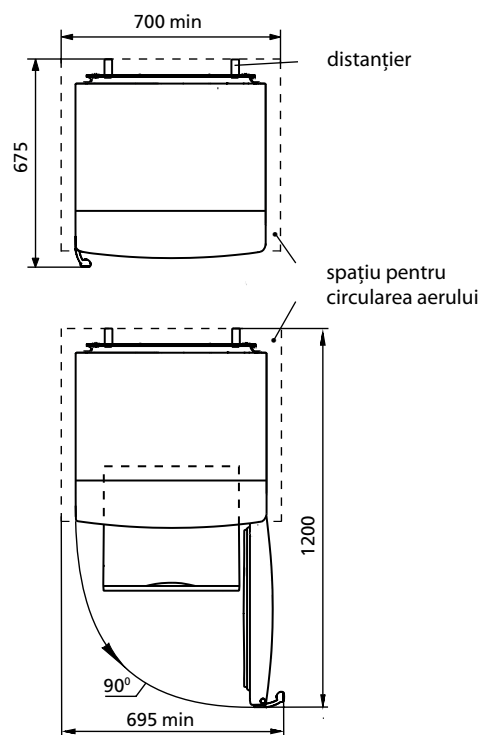

Figura 2 – Frigider (vedere de sus)
1.3 Spațiul total, necesar pentru exploatarea frigiderului este determinat de dimensiunile indicate în figura 2 în milimetri. Pentru extragerea liberă a componentelor din frigider trebuie să deschideți ușile camerei la un unghi de cel puțin 90°.